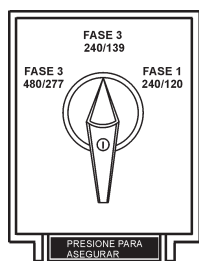

Figura 22. Interruptor selector de voltaje 240/139V posición fase 3
1. Coloque el interruptor selector de voltaje en la posición 3Ø 240/139 como se muestra en la Figura 22.